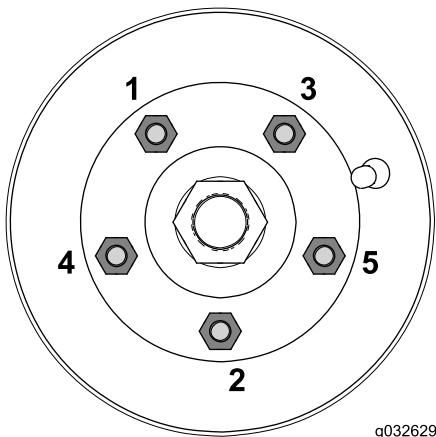

Figure 84
3. Serrez les écrous de roue à un couple de 88 à 115 N·m (65 à 85 pi-lb) dans l'ordre suivant (Figure 84).